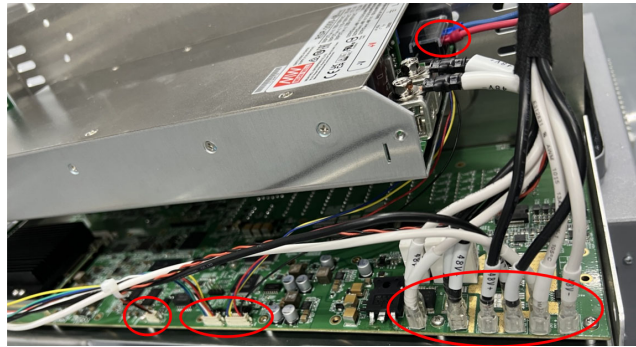

图 3-31 线缆连接
- 将电源安装回原位，并将所有断开的线缆连接好，如图 3-31 所示；